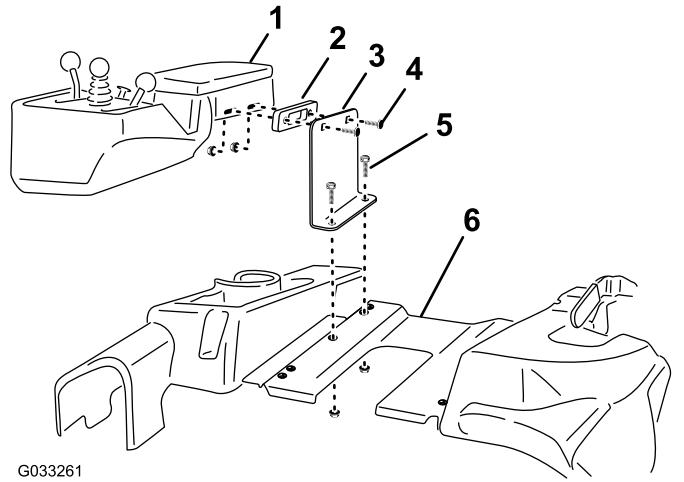

Figura 1
- Para instalar este kit en una unidad de tracción diésel nueva sin asiento, retire los 4 pernos de cuello cuadrado y las 4 tuercas que sujetan el soporte de transporte a la base del asiento y al reposabrazos (Figura 1). Deseche el soporte de transporte y las fijaciones de la base del asiento. Guarde las fijaciones del reposabrazos y el espaciador.